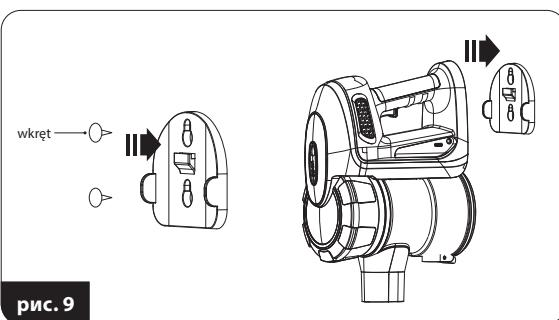

рис. 9
3. Приставьте ручку (24) в выбранном месте к стене, мебели и т. п. и отметьте карандашом места для винтов, входящих в комплект с пылесосом.
4. Прикрутите винты (рис. 9), но не затягивайте их полностью, чтобы можно было свободно надеть держатель.